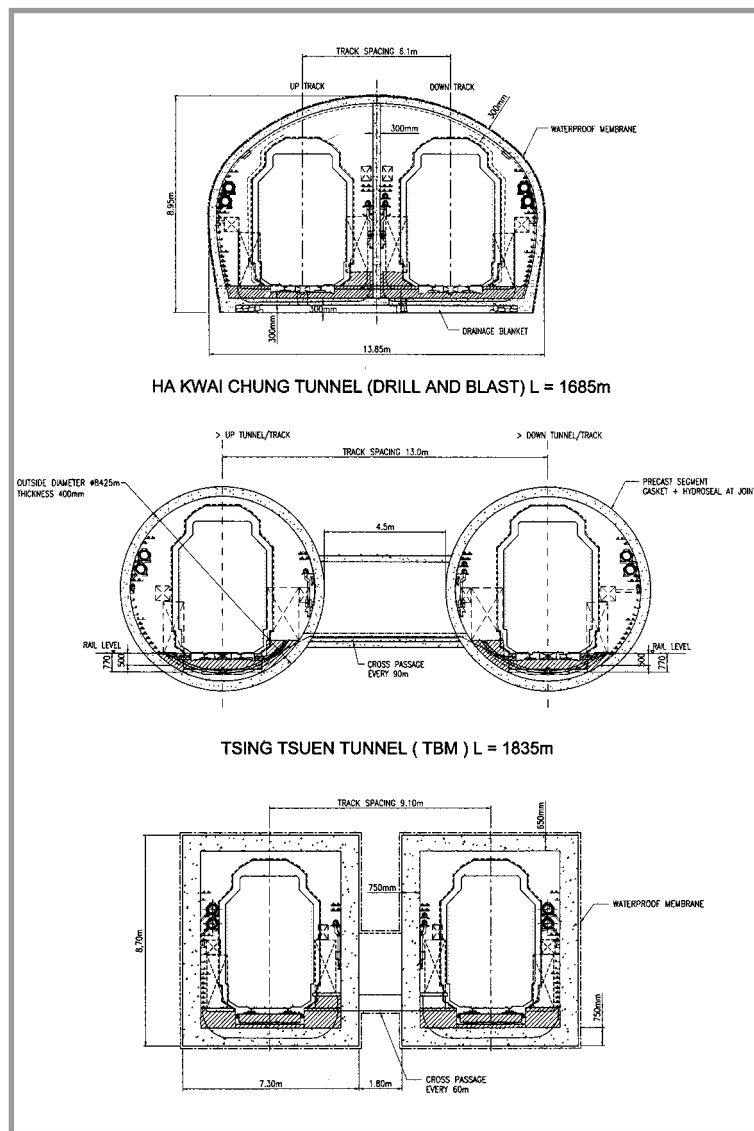

Figure 3
- ◆ réorganisation de l'architecture et optimisation de la structure du bâtiment de ventilation (figure 3). Ces aménagements ont permis d'une part d'optimiser le projet pour le client et le groupement, et d'autre part, de développer l'ensemble des avantages liés à l'utilisation d'un tunnelier à pression de confinement pour la partie urbaine du lot.